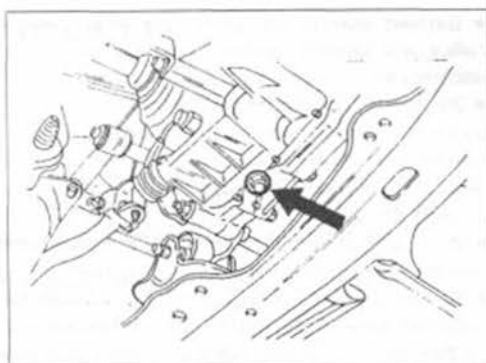

Рис.171.
- Вывинтить на нижней стороне коробки передач показанную на рис.171 заглушку и слить масло в емкость, которая должна иметь объем более 3,5 л.